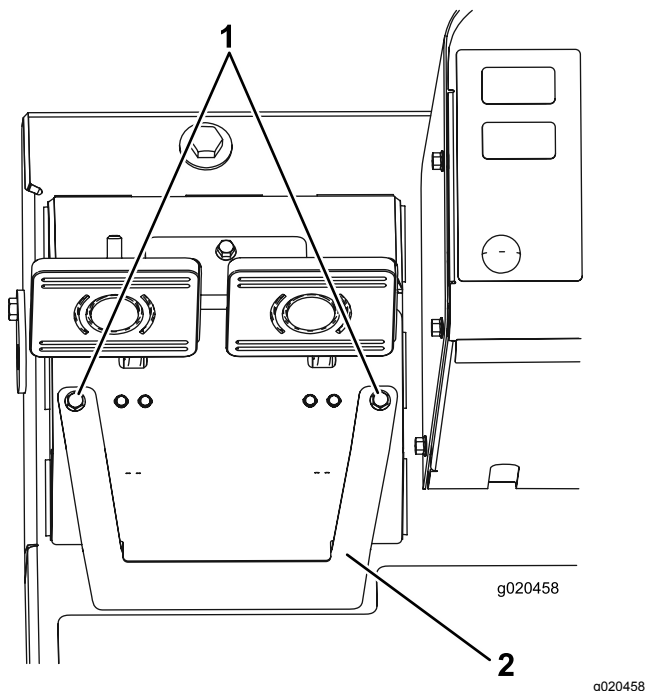

Figure 98
- A. Desserrez les 2 vis de montage et déposez le couvercle de réglage des freins (Figure 98).